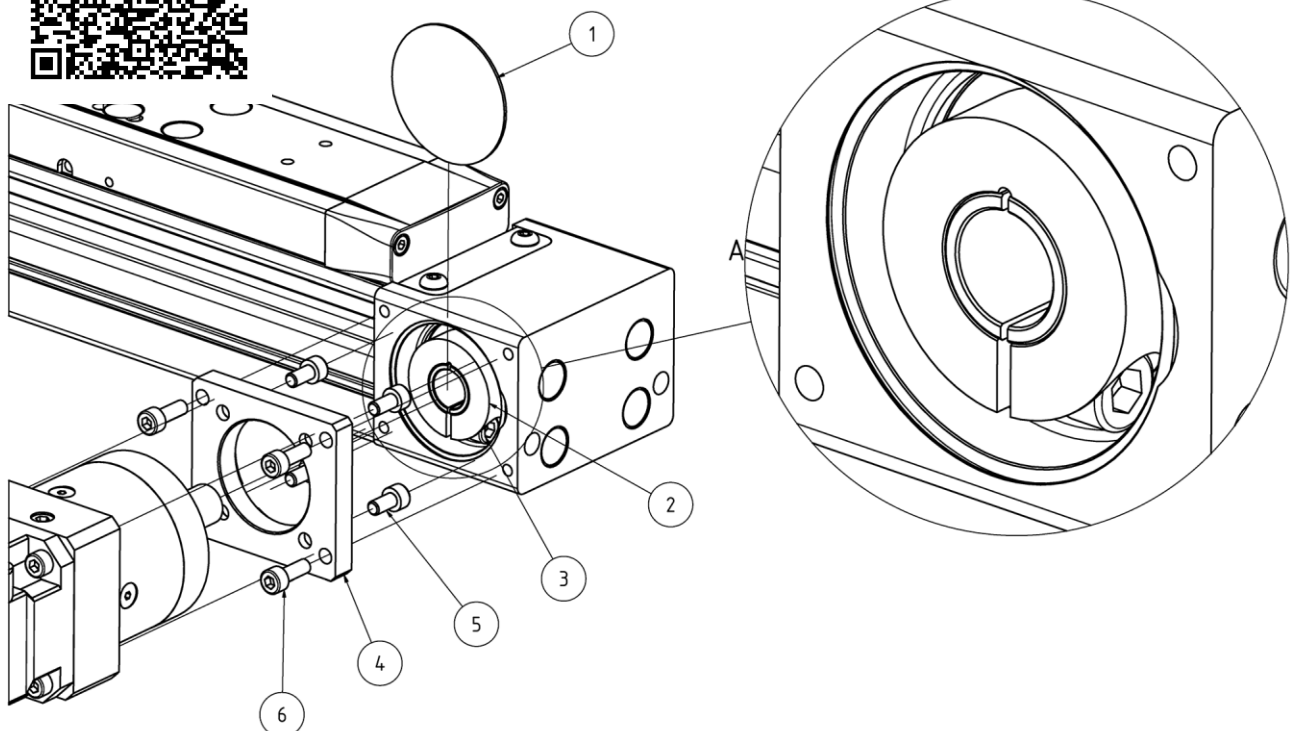

Abbildung 5: Montage Antrieb
Klemmring muss an Zahnscheiben-Schulter anstehen. Schlitz im Klemmring muss mit dem Schlitz der Zahnscheibe fluchten. Siehe (siehe Abbildung 5: Montage Antrieb Detailansicht A.)
- ◆ Klemmring (siehe Abbildung 4: Montageablauf der Verbindungswelle, Pos. 2) und Zahnscheibe justieren. Läufer von Hand verschieben, sodass die Klemmschraube (siehe Abbildung 4: Montageablauf der Verbindungswelle, Pos. 3) durch die stirnseitige Montagebohrung der Umlenkstation zugänglich ist. Bei der Baugröße HLR070 den entsprechenden Stopfen aus der Umlenkstation entfernen damit die Klemmschraube (siehe Abbildung 5: Montage Antrieb Pos. 3) mit dem Werkzeug erreichbar ist.
- ◆ Abdeckkappe (siehe Abbildung 5: Montage Antrieb, Pos. 1) an der gewünschten Seite einer der zwei Umlenkstationen entfernen.
- ◆ Klemmring (siehe Abbildung 5: Montage Antrieb, Pos. 2) inkl. Klemmschraube (siehe Abbildung 5: Montage Antrieb Pos. 3) auf die Zahnscheibe aufschieben. Klemmbereich zwischen der Zahnscheibe und Klemmring müssen öl- und fettfrei sein.
Klemmring muss an Zahnscheiben-Schulter anstehen. Schlitz im Klemmring muss mit dem Schlitz der Zahnscheibe fluchten (siehe Abbildung 5: Montage Antrieb Detailansicht A).
- ◆ Klemmring (siehe Abbildung 5: Montage Antrieb, Pos. 2) und Zahnscheibe justieren. Läufer von Hand verschieben, sodass die Klemmschraube (siehe Abbildung 5: Montage Antrieb, Pos. 3) durch die stirnseitige Montagebohrung der Umlenkstation zugänglich ist.
Bei der Baugröße HLR070 den entsprechenden Stopfen aus der Umlenkstation entfernen damit die Klemmschraube (siehe Abbildung 5: Montage Antrieb Pos. 3) mit dem Werkzeug erreichbar ist.
- ◆ HLR Getriebeflansch (siehe Abbildung 5: Montage Antrieb, Pos. 4) mit den Getriebeschrauben (siehe Abbildung 5: Montage Antrieb, Pos. 5) an die Getriebe-Abgangsseite montieren. Schrauben siehe Tabelle 5: Anzugsmomente und Schrauben für Antriebsmontage.
- ◆ Schrauben (siehe Abbildung 5: Montage Antrieb, Pos. 6) einschrauben und leicht am Getriebeflansch anlegen (nicht festziehen).
Anzugsmoment Klemmring (siehe Abbildung 5: Montage Antrieb, Pos. 3)
Anzugsmoment Getriebeschrauben (siehe Abbildung 5: Montage Antrieb, Pos. 5)
Anzugsmoment Antriebsflansch (siehe Abbildung 5: Montage Antrieb, Pos. 6)